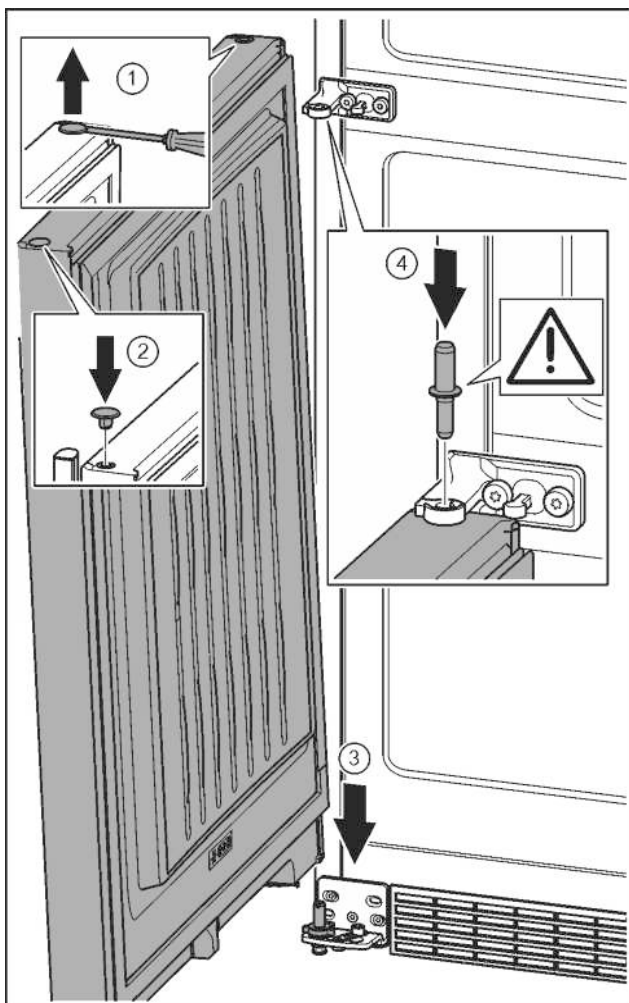

Fig. 23
- ▶ A dugót egy csavarhúzóval óvatosan emelje meg és húzza ki. Fig. 23 (1)
- ▶ A dugót helyezze be a másik ajtóoldalon. Fig. 23 (2)
- ▶ Az ajtót felülről helyezze az alsó csapszegre. Fig. 23 (3)
- ▶ Helyezze be az alsó ajtóba a középső csapszeget a középső csapágybakon keresztül. Ügyeljen közben arra, hogy a bekattanó bütyök hátrafelé mutasson. Fig. 23 (4)